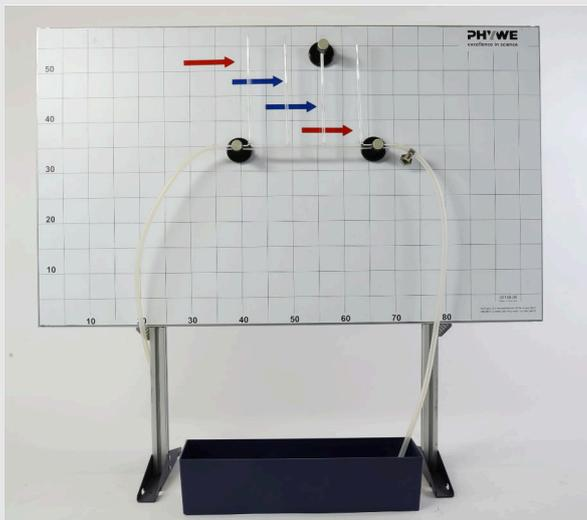

Abb. 2
- Bringe mit Hilfe der Klemmhalter das Durchflußrohr mit konstantem Durchmesser horizontal an der Demo-Tafel an und sichere ihn durch den Haken gegen Kippen ab (Abb. 2)